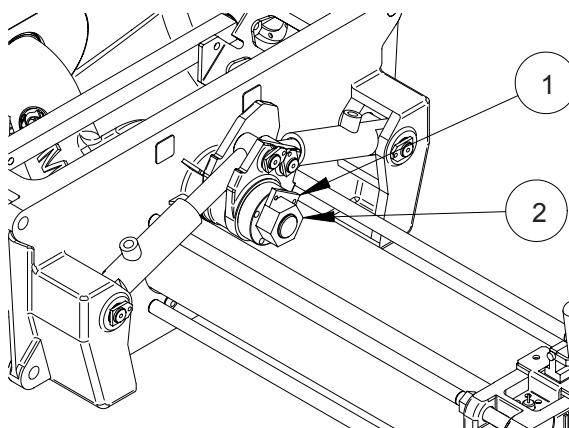

Fig.30
- Rimuovere la staffa di bloccaggio (Fig.30 Rif.1) dopodiché avvitare il dado di registro (Fig.30 Rif.2) per recuperare il gioco.
- Montare nuovamente la staffa di bloccaggio dado (Fig.30 Rif.1) con le relativi viti.